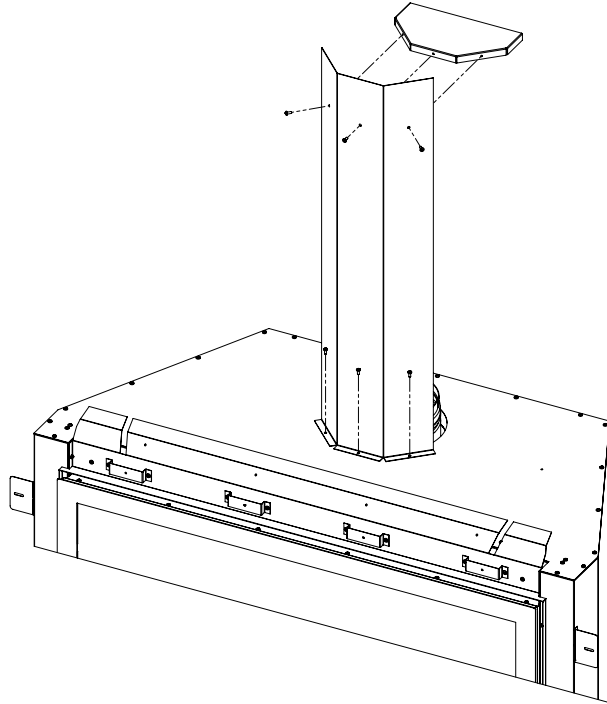

Figure 43: Boucliers D'évent
**Toutes les configurations d'aération nécessitent l'installation de la ventilation verticale de l'écran thermique.** Déposer les trois (3) T-20 à partir de leurs emplacements respectifs et utiliser pour fixer la protection en position (voir Figure 43).
L'évent horizontal protection thermique est nécessaire uniquement pour les configurations d'élévation verticale minimale. Utiliser trois (3) T-20 fourni pour le fixer à l'écran thermique d'aération verticale (voir Figure 43).